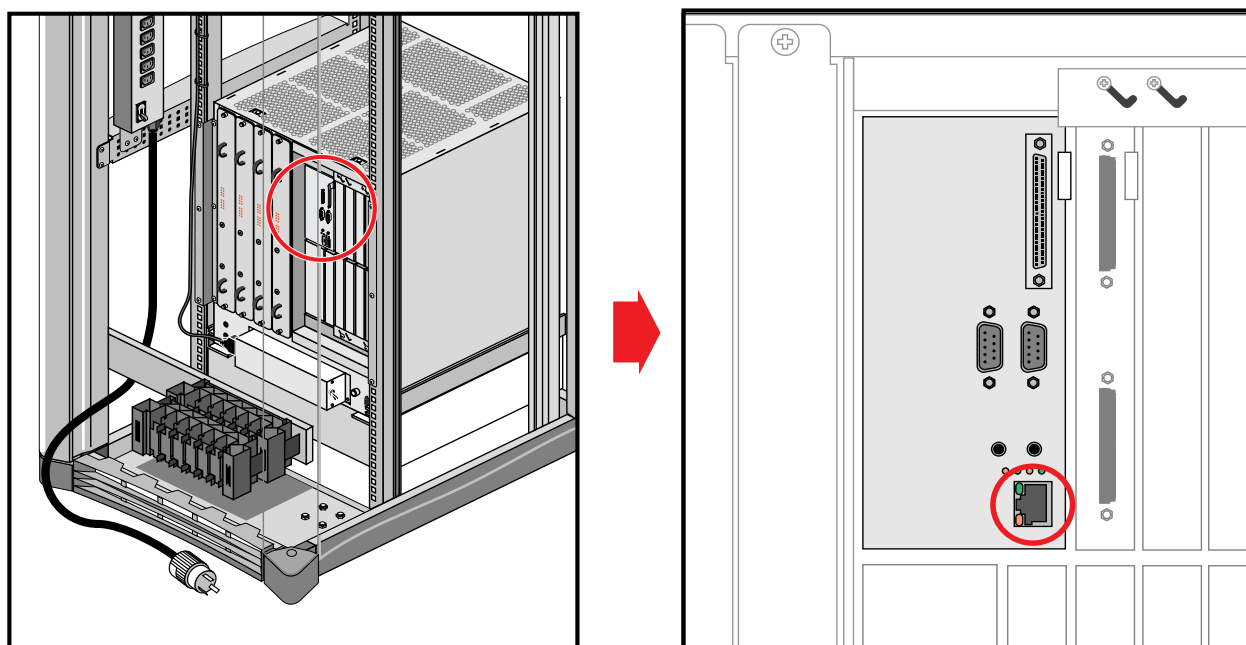

Figure 5-5 Connexion d'Ethernet au système Origin2000
2. Branchez le câble dans le connecteur approprié (Figure 5-5).